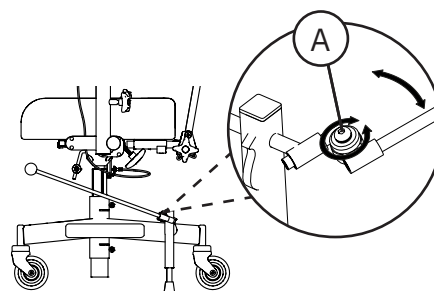

Figure 5.17. Adaptateur de levier de frein à main.
L'adaptateur peut être placé sur le côté droit ou gauche de l'embase et ajusté en angle (A), voir figure 5.17. L'adaptateur est placé dans le support du levier de frein et le levier de frein est ensuite placé dans l'adaptateur.